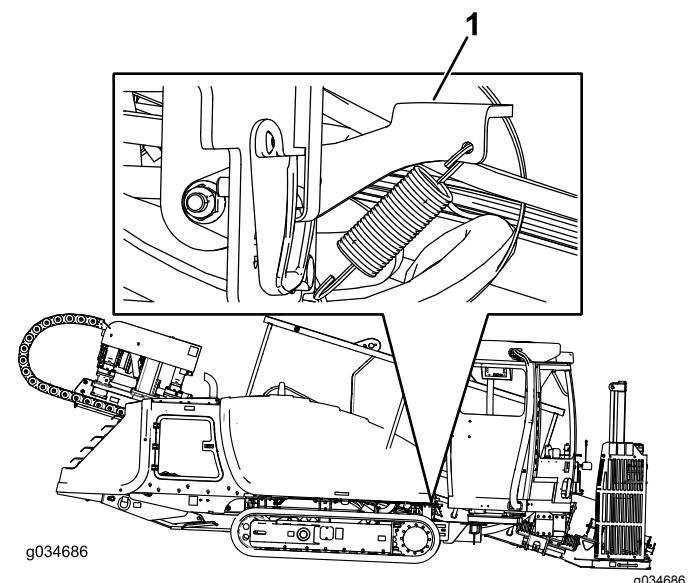
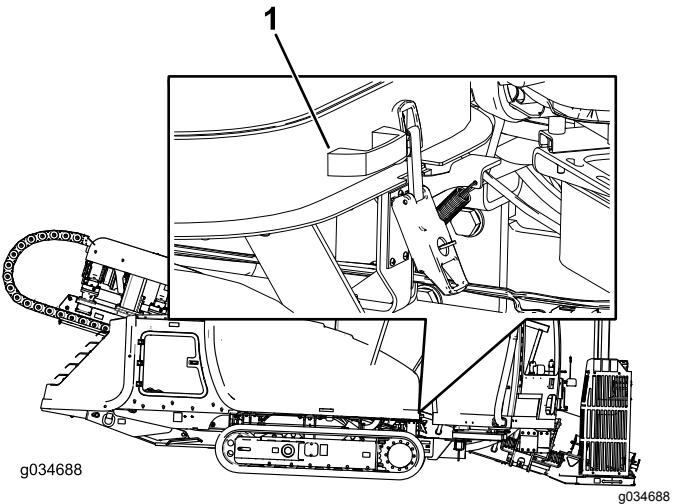

Figura 70
Figura 71
3. Tire hacia abajo del cierre del capó, según se muestra en (Figura 70).
4. Mantenga el cierre del capó (Figura 70) levantado y tire del asa, según se muestra en Figura 71.